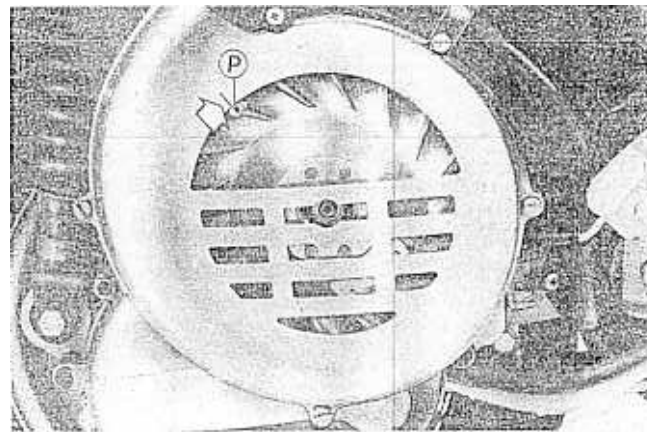

Fig. 13 M
- El calaje del motor resultará correcto cuando la marca «P» (Fig. 13 M) esté alineada o separada en  $\pm 1^\circ 30'$  respecto a la marca correspondiente grabada en la tapa de caracol (●).